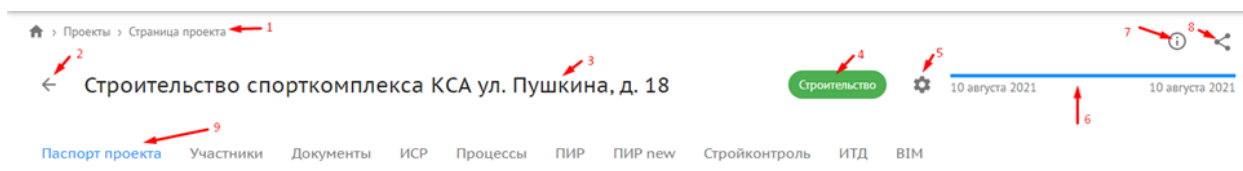

Рисунок 11. Карточка проекта.
- Панель навигации. Содержит основную информацию о проекте и вкладки для работы с данными (Рисунок 11):